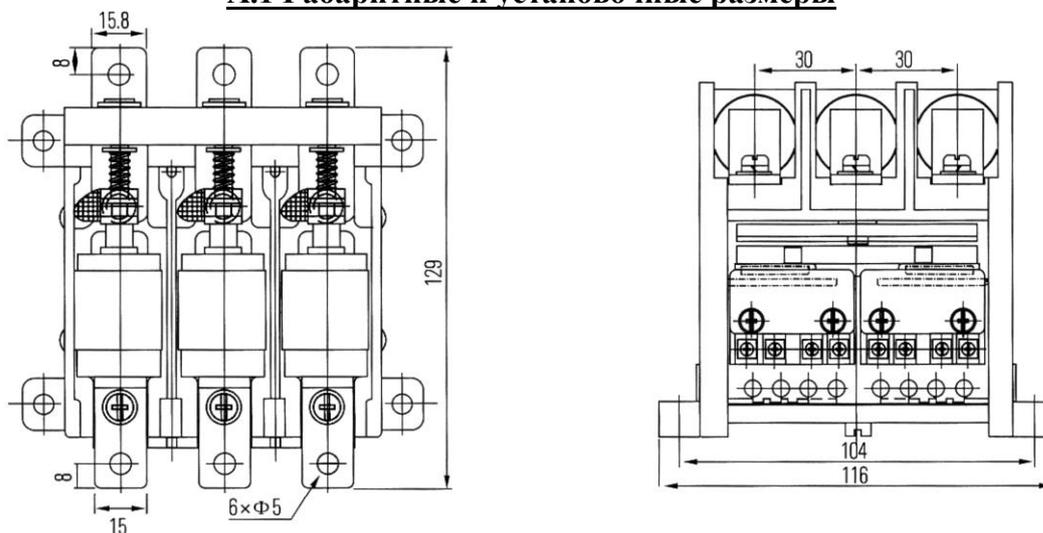

Рисунок 1. Габаритные размеры КВТ-1,14-63
3.2 Общий вид, габаритные и установочные размеры представлены в Приложении А на *Рис. 1- 8*.